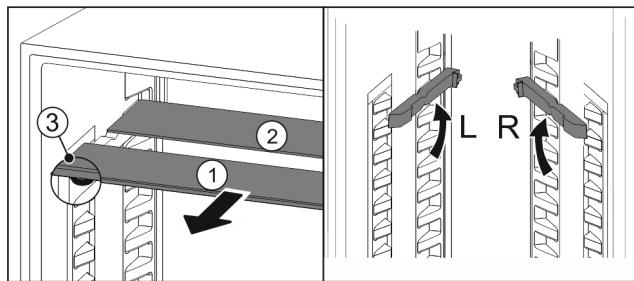

Fig. 35
- Vytiahnite sklené dosky jednotlivo dopredu Fig. 35 (1).
- Sklená doska Fig. 35 (1) s ozdobnou lištou leží vpred.
- Zarážky Fig. 35 (3) ukazujú nadol.